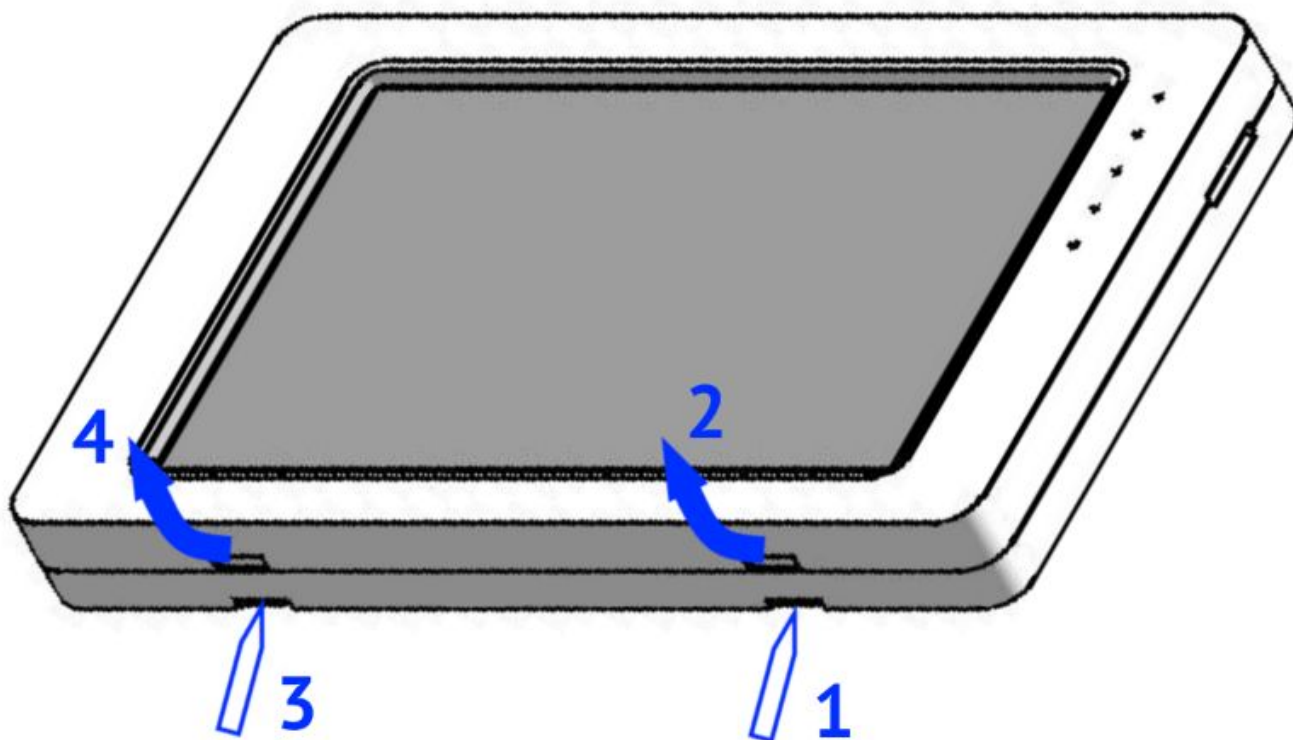

Рисунок 4. Раскрытие корпуса УИУ «Линд-15»
Для раскрытия корпуса (см. рисунок 4) необходимо прижать плоской отверткой на нижний фиксатор (1) и слегка потянуть лицевую часть корпуса (2) до освобождения фиксатора.